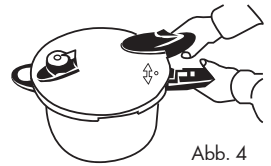

Abb. 4
1. Bringen Sie das Zeichen „●“ auf dem Deckel (Teil 7) mit dem Zeichen „▲“ auf dem Topfgriff (Teil 13) auf eine Höhe (Abb. 4).